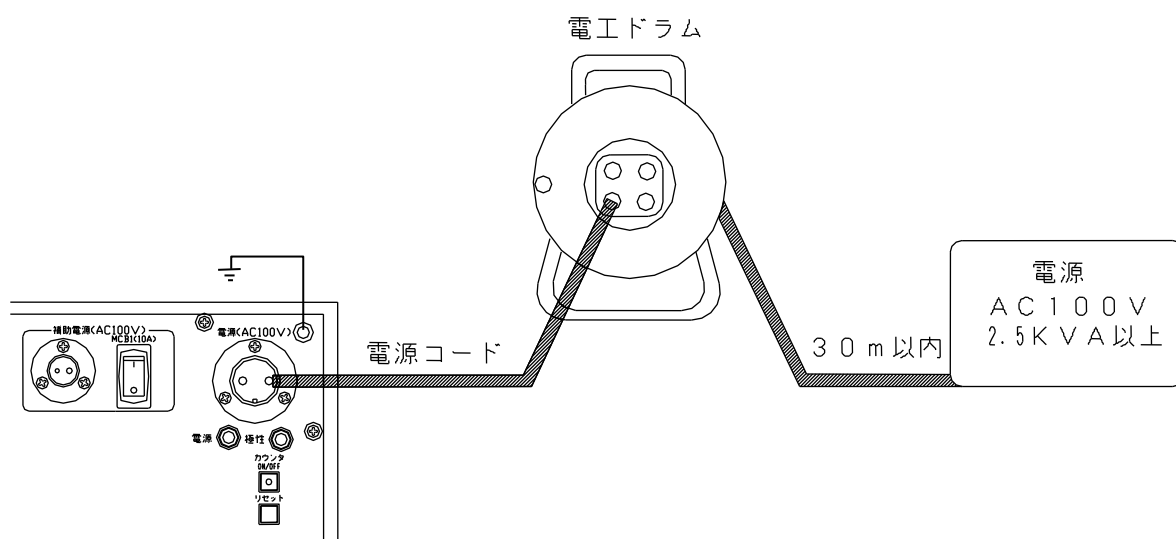

図1：電源の供給方法
1. 試験装置の電源を準備します。商用電源又は、発電機（2.5kVA以上）でコードリールは30m以内にし、ドラム内に巻き残しのないようにすべて引き出して下さい。（図1）コードリール等を多く使用すると、電源のインピーダンスが高くなるため大きな電流が出力できない場合があります。又、AUTOモードの場合は、設定電流が出力できなくなります。